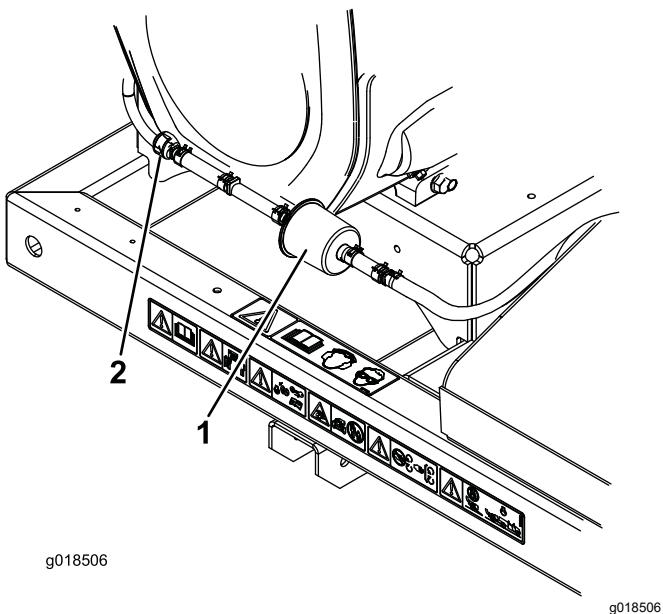

Figura 19
2. Aleje del filtro las abrazaderas de muelle de ambos lados del filtro del tubo de purga del cartucho de carbón (Figura 19).
3. Retire y deseche el filtro de carbón (Figura 19).
4. Instale un filtro nuevo en el tubo con la flecha del filtro apuntando hacia la válvula de retención, y sujetelo con las abrazaderas (Figura 19).